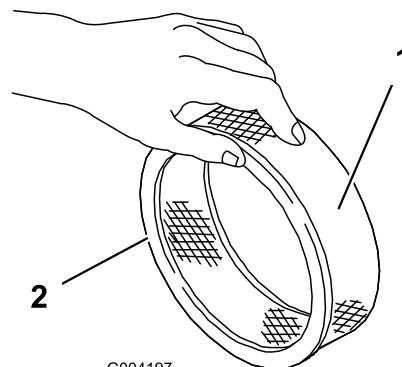

Figure 157
5. Vérifiez que l'élément en papier n'est pas déchiré ou couvert d'une pellicule grasse, et que le joint de caoutchouc n'est pas endommagé (Figure 157).